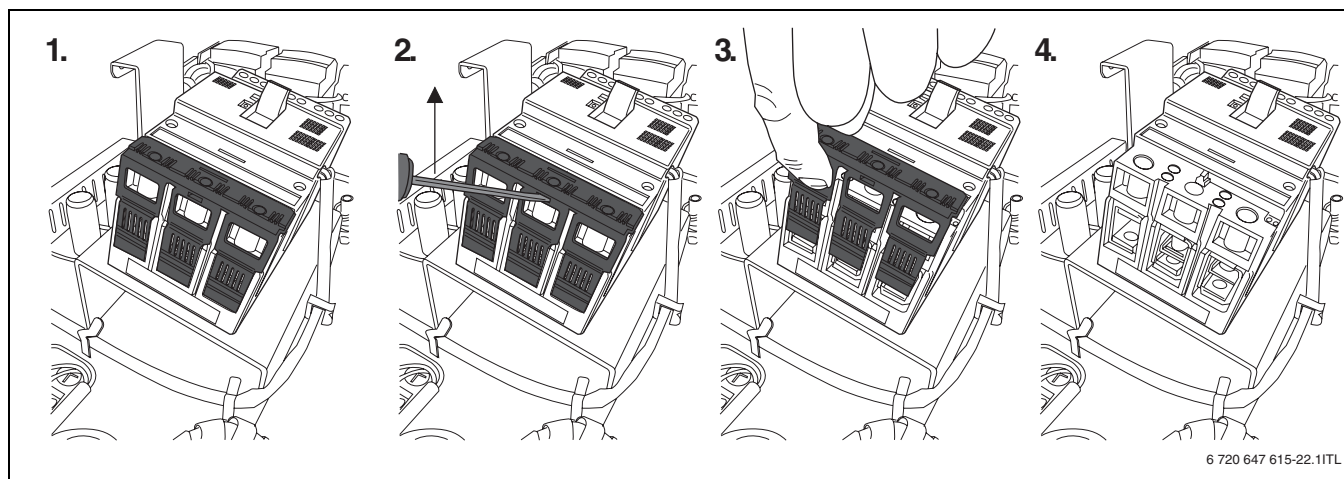

Рис. 9 Удаление защиты от прикосновения на главном выключателе
- ▶ Подключите провод к входным клеммам «L1 – L3» главного выключателя (→ рис. 9 и 10).